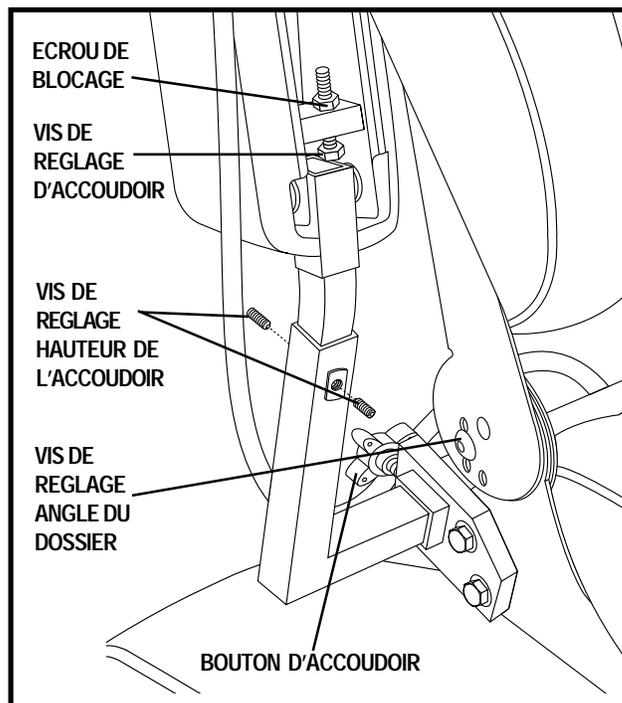

Figure 23. Réglages accoudoirs et dossier
1. Retirez la vis de réglage de l'inclinaison du dossier de chaque charnière. Voir la figure 23.
2. Desserrez les boutons. Voir la figure 23.
1. Desserrez la vis de réglage sur le support d'accoudoir. Voir la figure 23.
2. Desserrez l'écrou de verrouillage. Voir la figure 23.